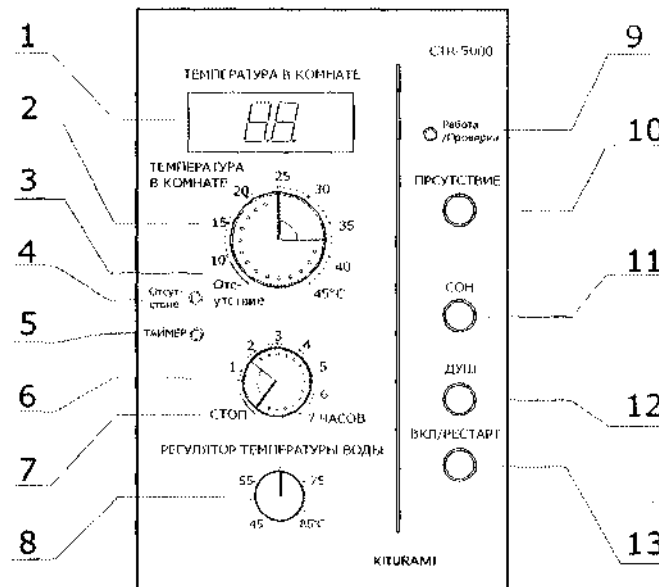

Рис. 12
- регулятор «ТЕМПЕРАТУРА В КОМНАТЕ» (Поз.2; рис. 12);
- отметка на шкале регулятора «ТЕМПЕРАТУРА В КОМНАТЕ» - «ОТСУТСТВИЕ» (Поз.3; рис. 12);
- регулятор «ТАЙМЕР» (Поз.6; рис. 12);
- отметка на шкале регулятора «ТАЙМЕР» - «СТОП» (Поз.7; рис. 12);
- регулятор «ТЕМПЕРАТУРА ВОДЫ» (Поз.8; рис. 12);
- кнопка «ПРИСУТСТВИЕ» (Поз. 10; рис. 12);
- кнопка «СОН» (Поз.11; рис. 12);
- кнопка «ДУШ» (Поз.12; рис. 12);
- кнопка «ВКЛ/РЕСТАРТ» (Поз.13; рис. 12).
- дисплей (Поз.1; рис. 12);
- светодиод «ОТСУТСТВИЕ» (Поз.4; рис. 12);
- светодиод «ТАЙМЕР» (Поз.5; рис. 12);
- светодиод «РАБОТА/ПРОВЕРКА» (Поз.9; рис. 12);
- подсветка кнопки «ПРИСУТСТВИЕ» (Поз. 10; рис. 12);
- подсветка кнопки «СОН» (Поз. 11; рис. 12);
- подсветка кнопки «ДУШ» (Поз. 12; рис. 12).
**Кнопка "ВКЛ/РЕСТАРТ"** (Рис. 12; поз.13). Элемент прибора, предназначенный для включения (выключения) прибора STR-5000 и котла.
**Дисплей** (Рис. 12; поз.1). Элемент прибора, предназначенный для отражения текущей температуры в помещении.
прибора. **Светодиод «РАБОТА/ПРОВЕРКА»** (Рис. 12; поз.9). Элемент прибора,
**«ТЕМПЕРАТУРА В КОМНАТЕ»** (Рис. 12; поз.2). Элемент прибора, предназначен для предварительной установки параметра обогреваемой температуры отопляемого объекта, или для включения функции «ОТСУТСТВИЕ» (Рис. 12; поз.3).
**Регулятор «ТАЙМЕР».** (Рис. 12; поз.6).
**Основная установка этого регулятора напротив отметки «СТОП».** (Рис. 12; поз.7).
**Регулятор «ТЕМПЕРАТУРА ВОДЫ».** (Рис. 12; поз.8). Регулятор предназначен для предварительной установки температуры теплоносителя в котле. Выбор этой температуры выполняется при помощи шкалы в диапазоне от 45°C до 85°C, с градацией шкалы, 2,0°C.
регулятором «Температура воды» (Рис. 12; поз.8);
регулятором "ТАЙМЕР" (Рис. 12; поз.6);